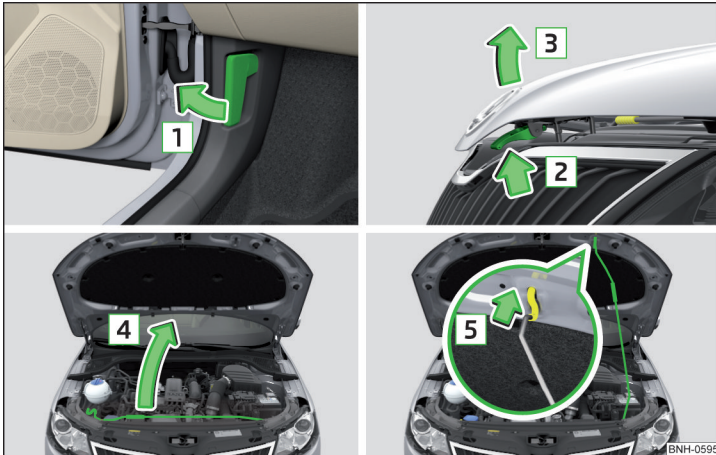

Abb. 151 Motorraumklappe öffnen
- Die Fahrtür öffnen und am Entriegelungshebel unterhalb der Schalttafel in Pfeilrichtung **1** ziehen » Abb. 151.